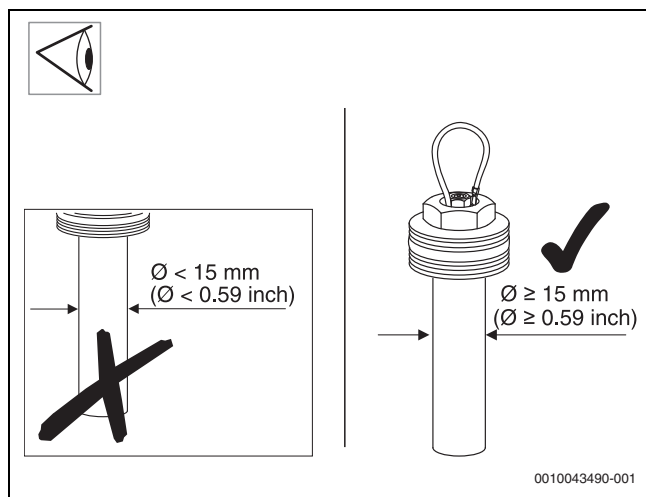

Fig. 47
- ▶ Remplacer l'anode en magnésium si son diamètre a été réduit à moins de 15 mm (→ Fig. 47).